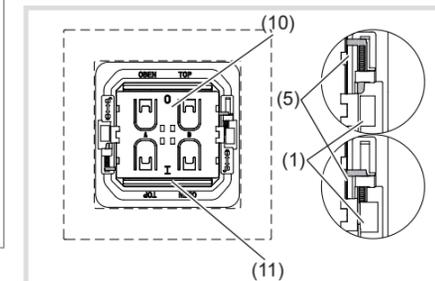

Bild 4: Entriegeltes und verriegeltes Funk-Modul
- Den Rahmen (2) auf die Tragplatte (6) setzen.
- EnOcean Funk-Modul (3) über die Verriegelungszapfen auf die Tragplatte setzen. Dabei die Kennzeichnungen in der Mitte des Moduls beachten - **O** muss oben (10) und **I** unten (11) liegen.
- Die gelben Verriegelungsstifte (5) links und rechts am Funk-Modul nach oben/unten bis zum Anschlag unter die Verriegelungszapfen (1) schieben (Bild 4). Das Funk-Modul ist auf der Tragplatte arretiert.
- Wippe (4) lagerichtig auf das Funk-Modul auflegen und andrücken bis sie einrastet.